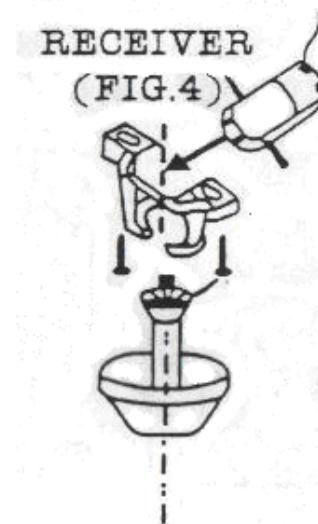

Fig. 4
7. Collegare **TO MOTOR N** del cavo dell'unità di controllo al cavo del ventilatore **COM (N)**.
8. Collegare **TO MOTOR L** del cavo dell'unità di controllo al cavo del ventilatore **MOTOR (L)**.
12. Posare l'unità di controllo nella CALOTTA (vedere Fig. 4).
NOTA: questo telecomando/controller è adatto solo per i casi in cui il controller/ricevitore può essere inserito all'interno della calotta in modo sicuro. Un ventilatore a soffitto con staffa di montaggio del tipo mostrato in fig. 4 è adatto.